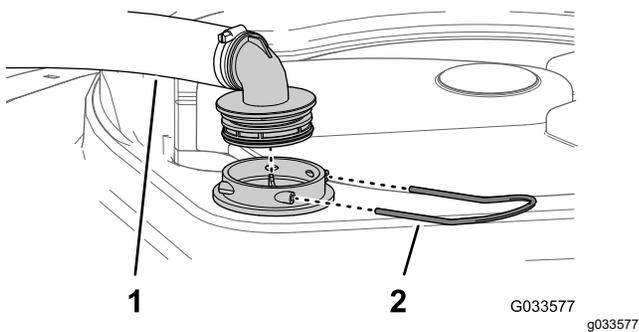

图 28
2. 在打药机药缸的顶部拆下固定从过滤器外壳连接至大软管的软管接头的卡环图 28。
3. 从过滤器外壳上拆下软管和软管接头图 28。